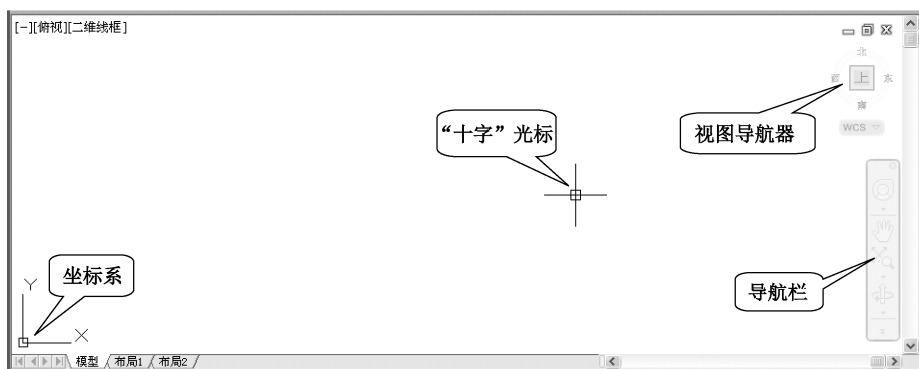

图 1-18 绘图区
(5) 绘图区。绘图区类似于手工绘图时的图纸，是用户使用 AutoCAD 进行绘图并显示所绘图形的区域，如图 1-18 所示。绘图区实际上是无限大的，可以通过缩放、平移等命令来观察绘图区的图形。